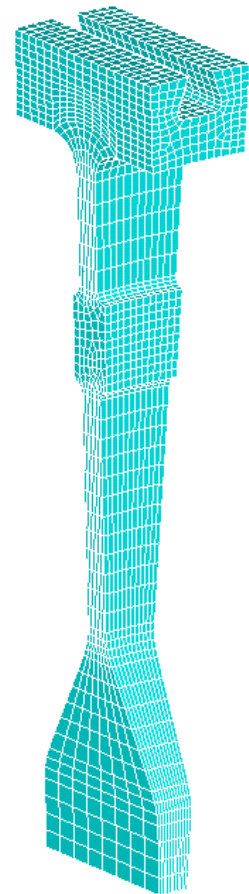

Рис. 7.21. Конечно-
10) Разбейте объемы полотна диска конечно-элементной сеткой методом выдавливания: **PrPr → Meshing → Mesh → Volume Sweep → Sweep**. Укажите объемы с номерами от 8 до 1; Результат на рис. 7.21.